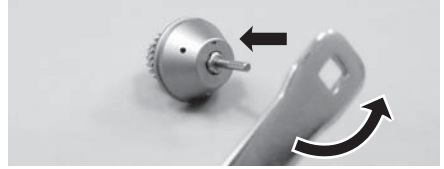

Fig. 18
- 2) Tenez le rotor avec deux doigts, comme l'illustre la Fig.18.